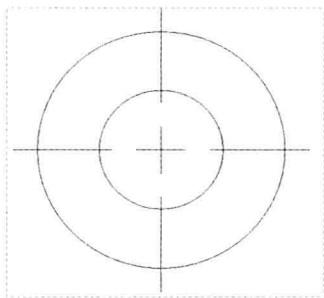

图 2-8 图形文件
Step 01 按【Ctrl+O】组合键, 打开图形文件, 如图 2-8 所示。